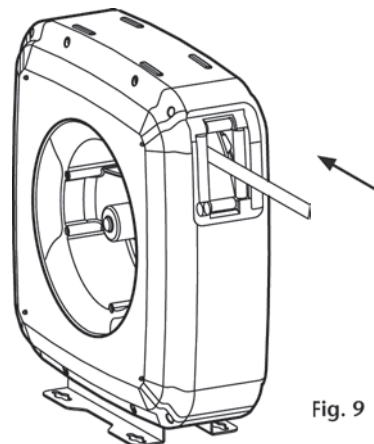

Fig. 9
- Pull the hose hard enough to release the latch, and slowly allow the hose to retract (fig. 9).
- Tirar de la manguera hasta liberar el trinquete y acompañar lentamente la manguera al recogerse (fig. 9).